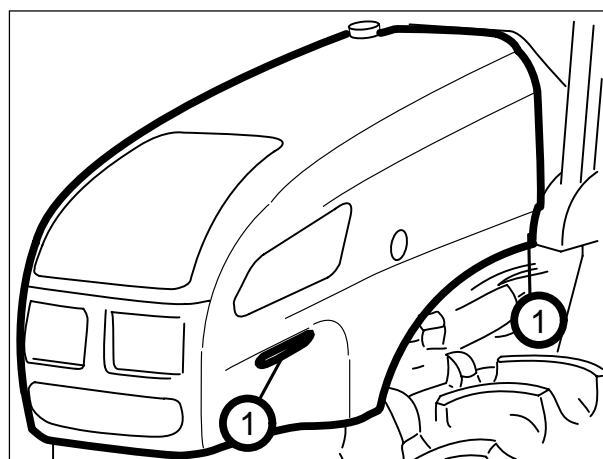

Fig. 4. Capot do motor.
Os painéis laterais do capot do motor podem ser facilmente removidos quando for necessário efectuar operações de manutenção. Puxe os painéis segurando-os pelas suas extremidades nos pontos indicados pelas setas (1. Fig. 4). Para montar novamente os painéis, alinhe o bordo superior com o canal no capot central, depois aperte com força em correspondência dos engates (1).